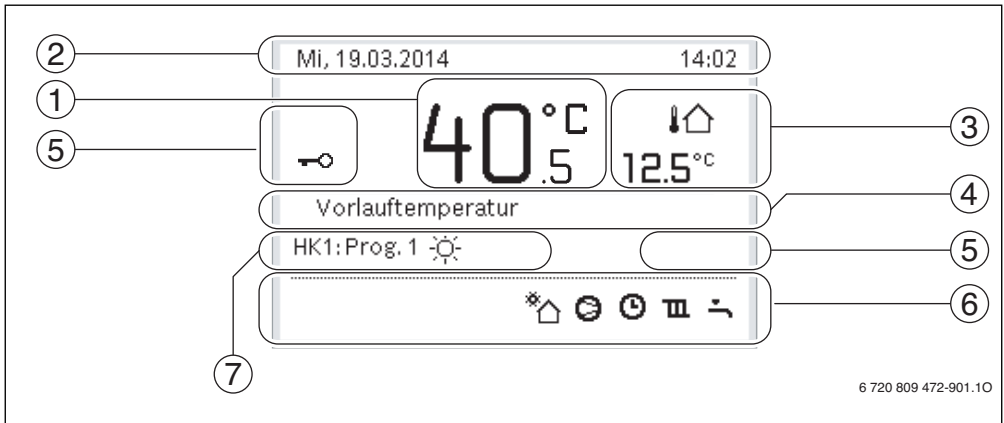

Bild 2 Beispiel für die Standardanzeige bei einer Anlage mit mehreren Heizkreisen
→ Bild 2, Seite 7
Die folgenden Beschreibungen gehen jeweils von der Standardanzeige aus (→ Bild 2, Seite 7).
▶ Warmwasser-Taste und Auswahlknopf drücken und einige Sekunden gedrückt halten, um die Tastensperre ein- oder auszuschalten. Wenn die Tastensperre aktiv ist, wird im Display das Schlüssel-Symbol angezeigt (→ Bild 2 [5], Seite 7).